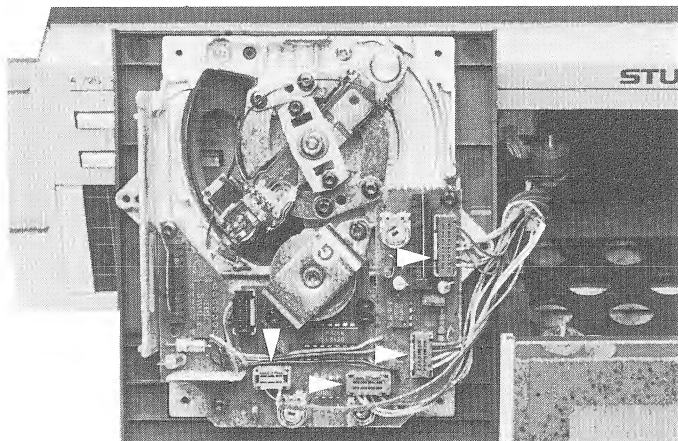

Fig. 2.5
- Die vier Steckverbindungen (siehe Fig. 2.5) ausziehen.